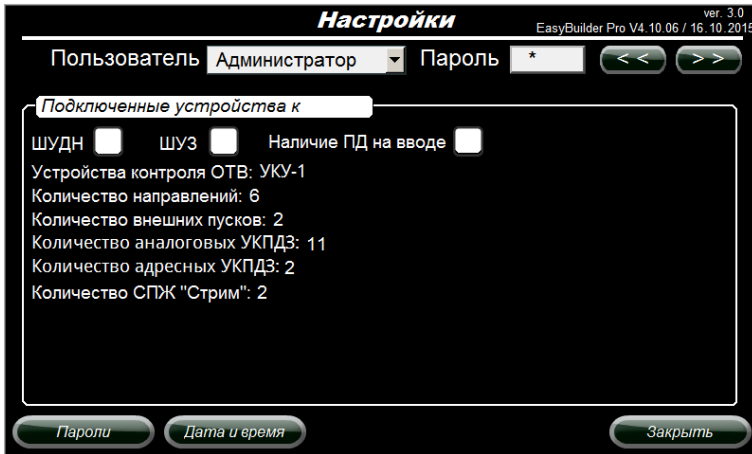

Рисунок 9.12 – Конфигурация системы пожаротушения
9.19 В разделе «Подключенные устройства» можно увидеть конфигурацию системы пожаротушения (рисунок 9.12).